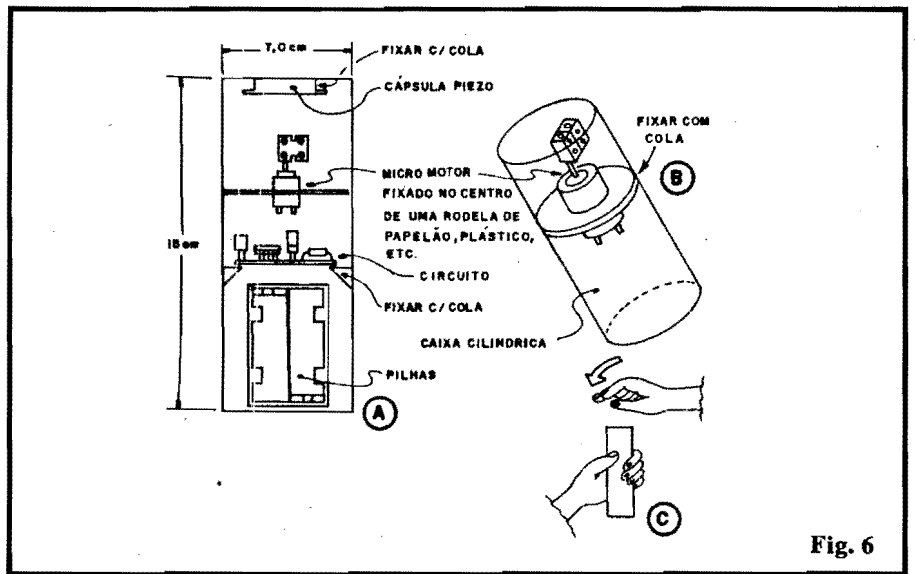

Fig. 6
O estágio final (e também importante...) da construção do POLTERGEIST está detalhado (em uma das suas muitas opções) na fig. 6. No caso, baseamos as instruções na escolha de um container cilíndrico (uma lata, por exemplo), porém, com pequenas variações e adaptações, outras formas de recipiente poderão ser facilmente usadas... Alguns pontos importantes, que devem ser observados:
- A cápsula de microfone deverá ser fixada (também com cola de epoxy - cuidado para que o adesivo não atinja a membrana do microfone, o que poderá inutilizar o componente, ou reduzir muito a sua sensibilidade à parte interna do topo da caixa ou lata. Dessa maneira (ver fig.6-A e 6-C) as pancadinhas dadas à superfície do topo do container serão mecanicamente "comunicadas" ao microfone, com boa sensibilidade.